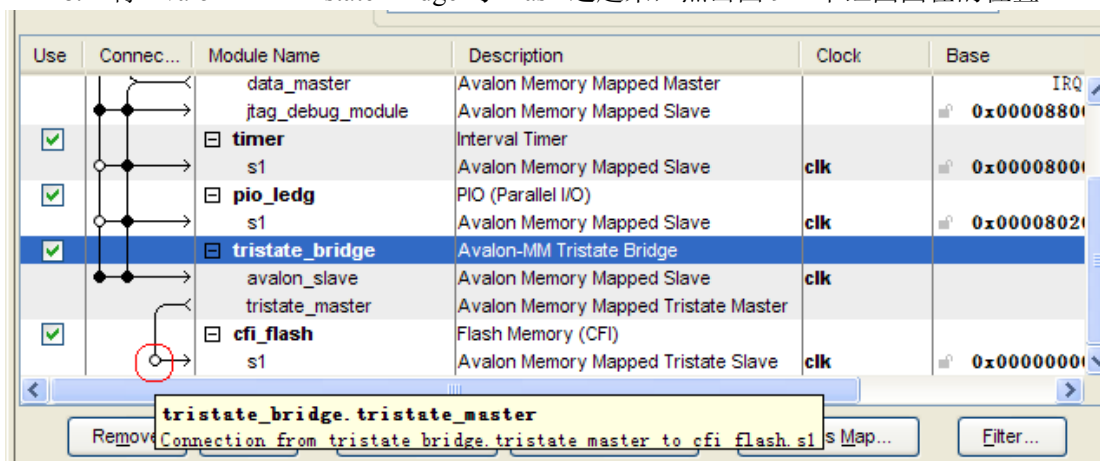

图 9-4 Flash 属性页
8. 将 Avalon-MM Tristate Bridge 与 Flash 连起来，点击图 9-4 中红圈圈住的位置